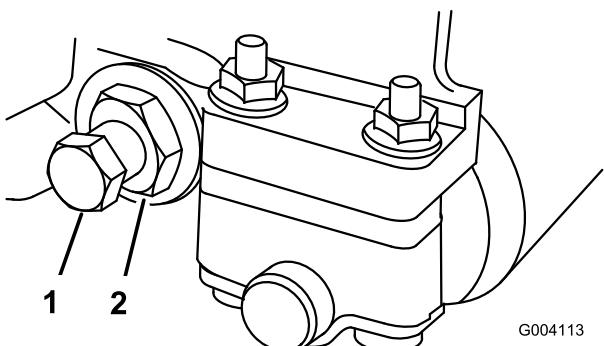

Figura 60
2. Svitate il dado di tensionamento della molla finché la rondella non è più tesa contro la barra di appoggio (Figura 60).
3. Allentate, da ciascun lato della macchina, il controdado che fissa il bullone della barra di appoggio (Figura 60).